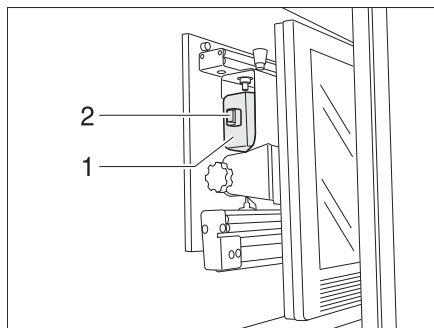

Fig. 8 Support dans le meuble de télévision
- Tourner le téléviseur dans sa position initiale (Fig. 8) et, le cas échéant, le laisser s'enclencher.
- Pousser la console du téléviseur ou le support de l'écran plat à l'aide de la poignée (Fig. 8,1) vers l'arrière. Le verrou (Fig. 8,2) s'enclenche.